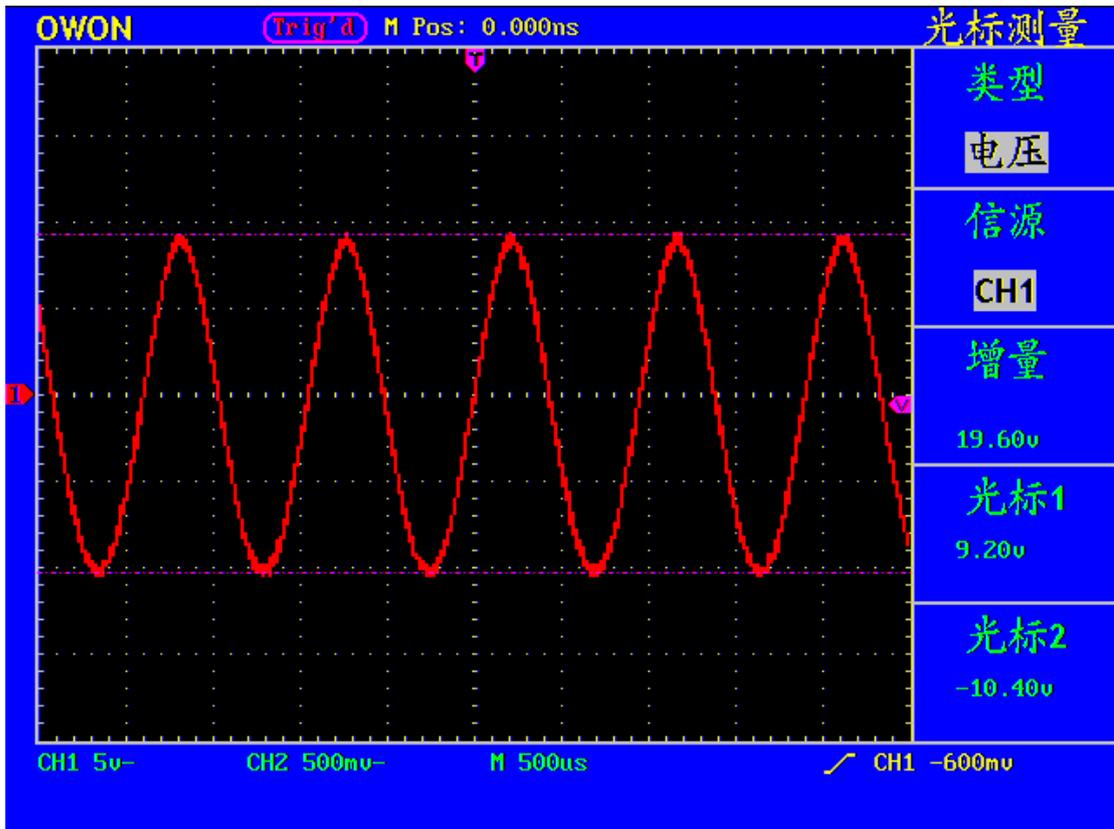

图51： 电压光标测量波形
- 4、根据被测波形调整**光标1**、**光标2**的位置，增量窗口显示光标1和光标2电压幅度差值的绝对值。光标1窗口显示光标1当前的位置，光标2窗口显示光标2当前的位置。见图51：